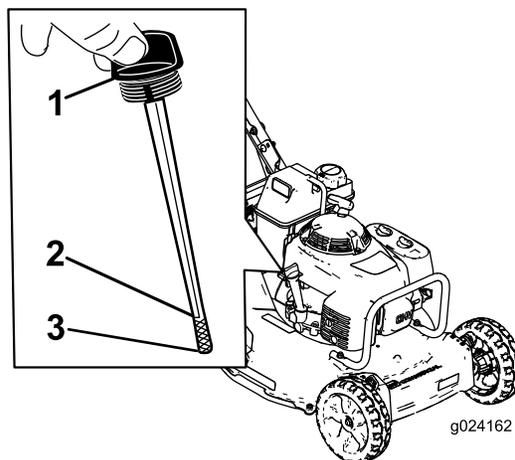

Figura 8
Antes de cada uso, compruebe que el nivel de aceite está entre las marcas de límite inferior y superior de la varilla (Figura 8).
2. Limpie alrededor de la varilla (Figura 8).